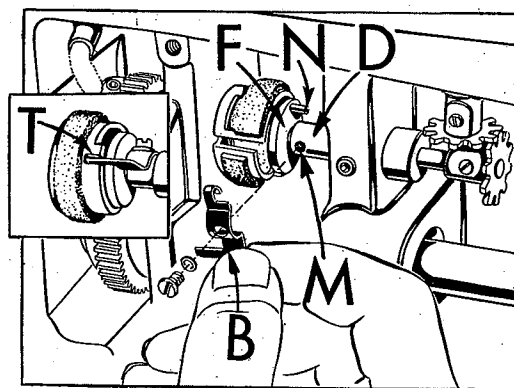

Fig. 23
10. Dese vuelta al eje de control de aceite del gancho (D, Fig. 23) hasta que el agujero del tornillo (M) esté accesible. Hágase girar a mano el disco de la bomba (F) de modo que el pasador de parada (N) esté a 90° arriba del agujero del tornillo.
11. Gírese la copa medidora de manera que la ranura corta (T) esté a 180° del pasador de parada (N). Ahora instalese el indicador de control de aceite del gancho (B) colgando primero la porción enganchada del dedo indicador sobre el pasador de parada (N) y bajando para insertar la proyección a la izquierda del fondo en la ranura corta de la copa medidora. Apriétese el dedo indicador (B) en su lugar, con el tornillo y la arandela, cerciorándose de que el dedo de control de aceite del gancho no